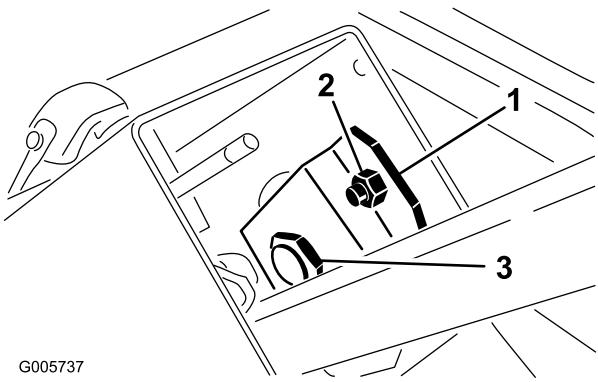

Figura 75
- Retire el pomo del freno de estacionamiento y retire los tornillos autorroscantes de la cubierta de la columna de dirección. Deslice la cubierta hacia arriba por la columna de dirección para tener acceso a la placa de giro (Figura 75).
- Afloje la tuerca pequeña y gire la placa de giro hasta que apriete la tuerca grande que está más abajo (Figura 75). Vuelva a apretar la tuerca pequeña.